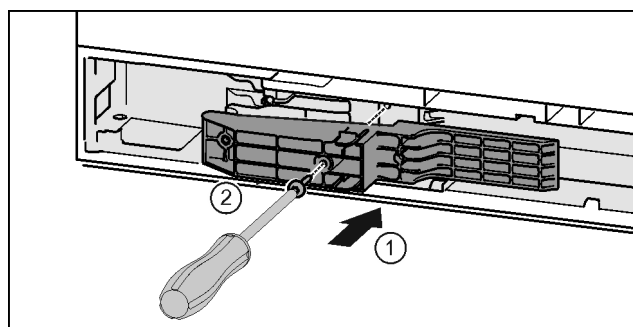

Fig. 45 *
- ▶ Inserire l'adattatore sul lato maniglia nell'incavo. Fig. 45 (1)*
- ▶ Serrare le viti con il cacciavite T15. Fig. 45 (2)*